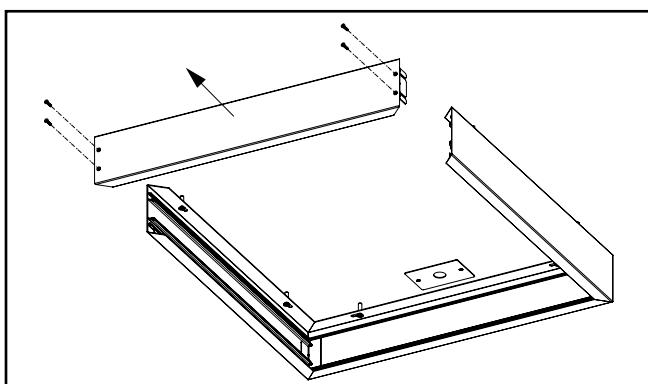

Figura 6.
- A6. Desatornille y retire el riel tipo "B" que no está unido a la superficie, así como los soportes en L, y guárdelos para volver a usarlos. (Figura 6.)